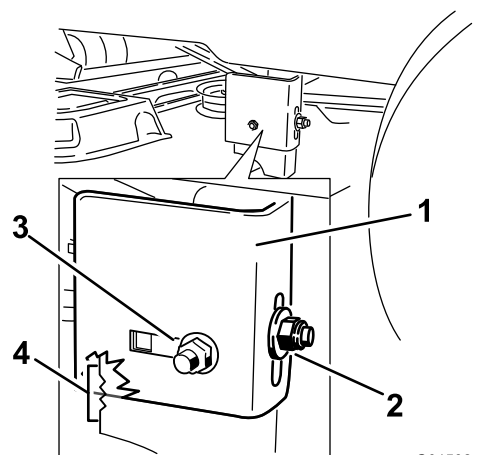
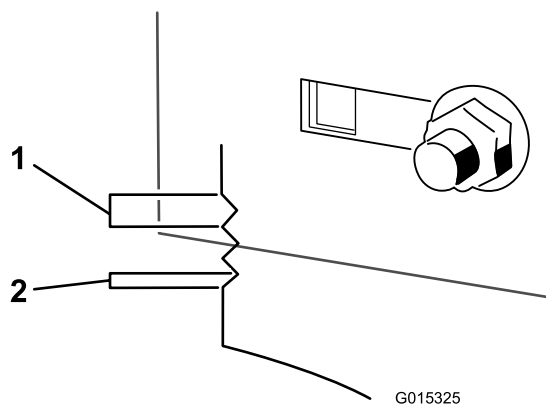

Bild 62
Bild 63
8. Lösen Sie die hintere Sicherungsmutter am Hängeprofil (Bild 62).
9. Lösen Sie die seitliche Sicherungsmutter am Hängeprofil so viel, dass Sie das Profil einstellen können (Bild 62). Messen Sie mit den Kerben an der geschweißten Halterung die Größe der Anpassung. Jede Kerbenoberfläche entspricht 6,35 mm, eine Seite entspricht 3,17 mm (Bild 63). Stellen Sie das Mähwerk auf die gewünschte Höhe.
10. Stoppen Sie das Mähwerk an der eingestellten Stellung und ziehen Sie die seitliche Sicherungsmutter am Hängeprofil fest, um die neue Stellung zu arretieren (Bild 62). Ziehen Sie die hintere Sicherungsmutter am Hängeprofil fest.